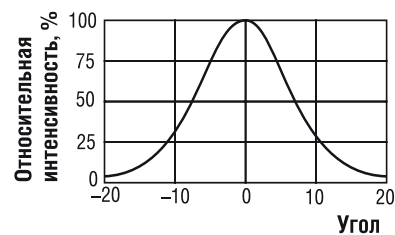

Рис. 1. Узкая диаграмма направленности
- узкая диаграмма — угол эффективного излучения 5-20° (см. рис. 1);